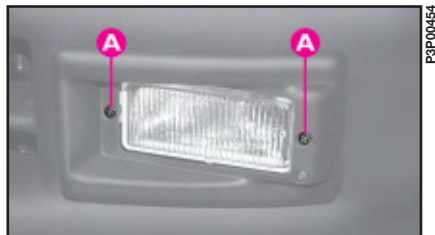

fig. 14
- 1) Draai de twee schroeven **A-fig. 14** op de bumper los.